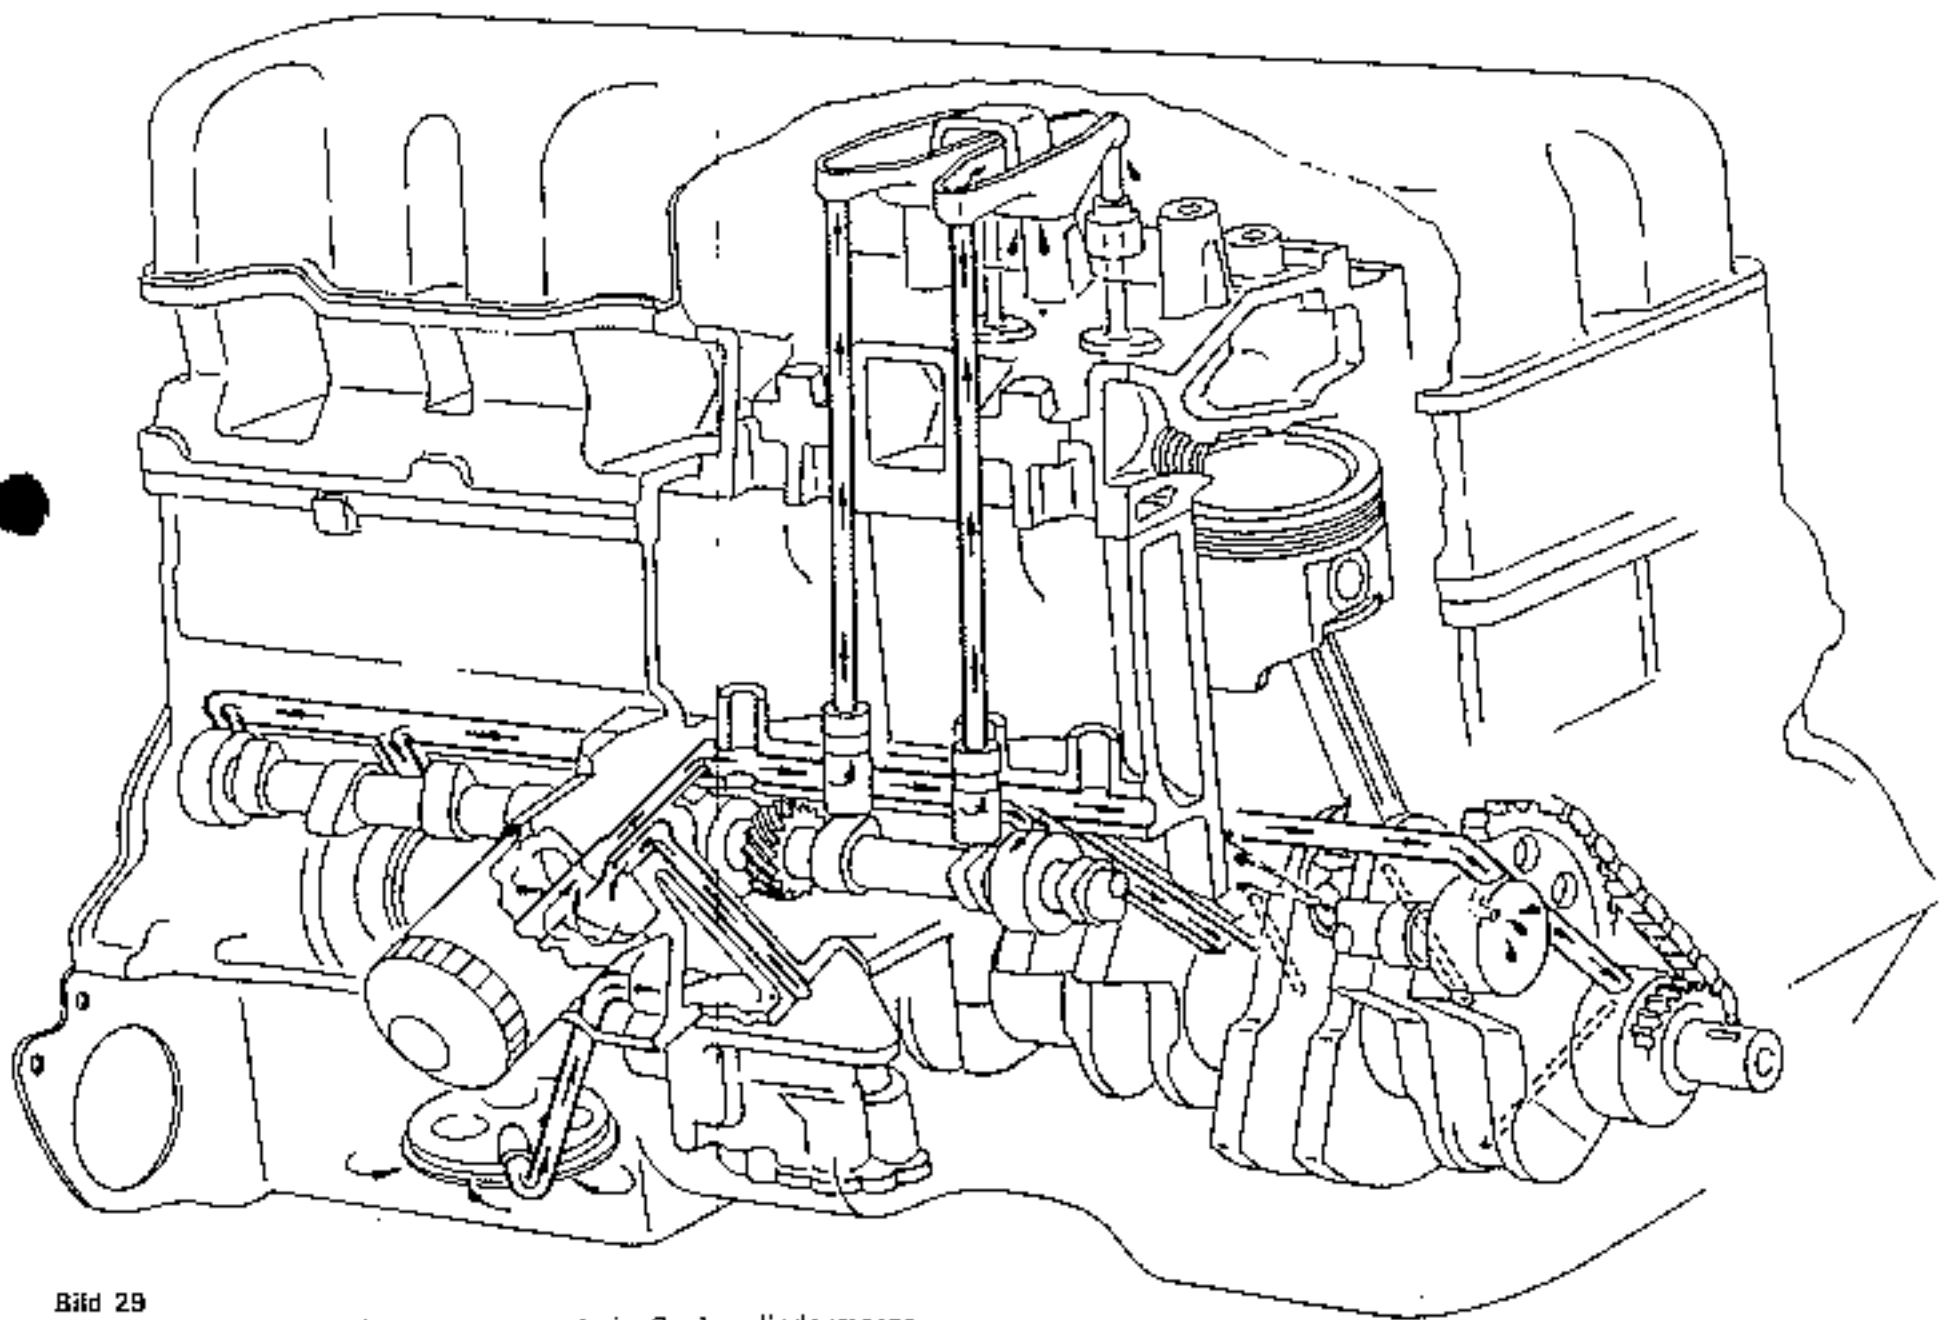

Bild 29
*Sechszylindermotoren:* Eine Zahnradpumpe ist in die Unterseite des Kurbelgehäuses gegenüber dem Hauptlager Nr. 4 der Kurbelwelle eingesetzt. Bild 29 zeigt eine Ansicht des Motorschmierungssystems, die Strömung des Öls kann dem Diagramm entnommen werden.